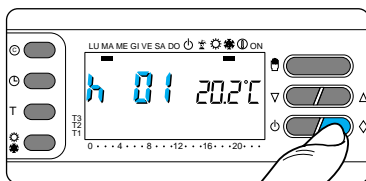

Fig. 29
5.3 - Premere una sola volta il pulsante  (fig.29).